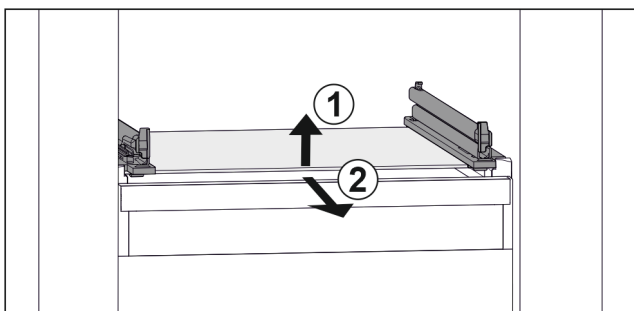

Fig. 53 Simbolična slika steklene plošče
- Stekleno ploščo dvignite v smeri naprej. Fig. 53 (1)
- Stekleno ploščo odstranite v smeri naprej. Fig. 53 (2)